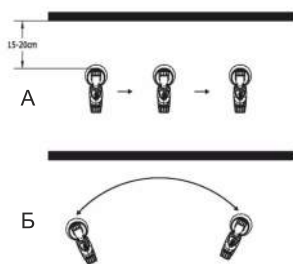

Рис. 9
3. Правильно: Обязательно держите краскораспылитель на одинаковом расстоянии примерно 10-30 см до целевого объекта (Рис. 9 А).
Неправильно: Образование сильного красочного тумана, неоднородное качество поверхности (Рис. 9 Б).